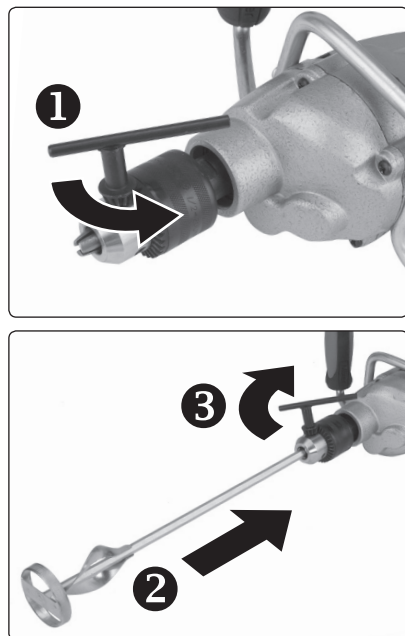

Abb. 2
- ➔ Öffnen Sie mit dem Schlüssel das Bohrfutter und schieben Sie das Werkzeug mit dem Schaft bis zum Anschlag hinein. Dann spannen Sie das Bohrfutter ordnungsgemäß mit dem Schlüssel (siehe Schritt 1.-3., Abb.2).